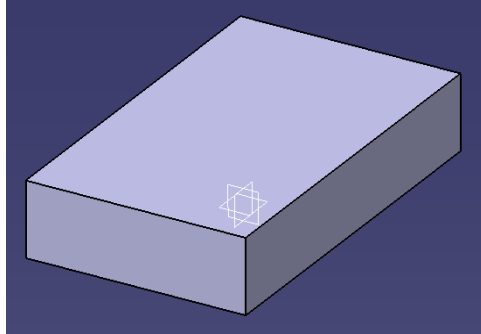

图 3-8
(1) 用 xy plane Profile → Pad 命令设计如下图形 (见图 3-8)。